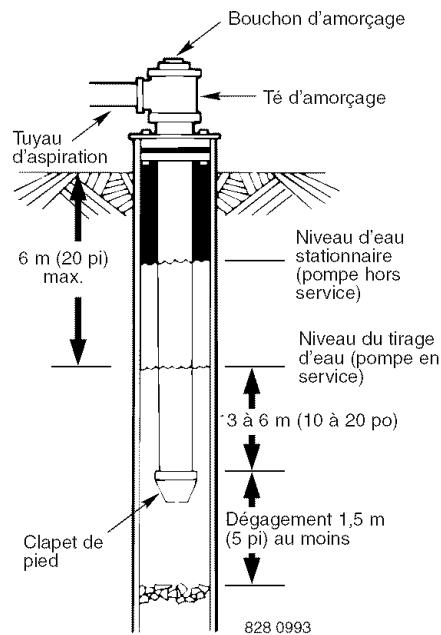

Figure 1: Installation de puits cuvelé/creusé
- 5 ° Avec un clapet de pied, il est conseillé d'utiliser pour l'amorçage une connexion en té et un bouchon. (Figure 1)
REMARQUE : Pour les longs chemins de câblage à l'horizontale, monter une connexion d'amorçage en té entre le clapet de retenue et la tête du puits (Figure 1). Pour les installations par points de puisage menés, installer un clapet de retenue sur la tuyauterie. Vérifier si la flèche indiquant le flux du débit sur le clapet de retenue est orientée en direction de la pompe.